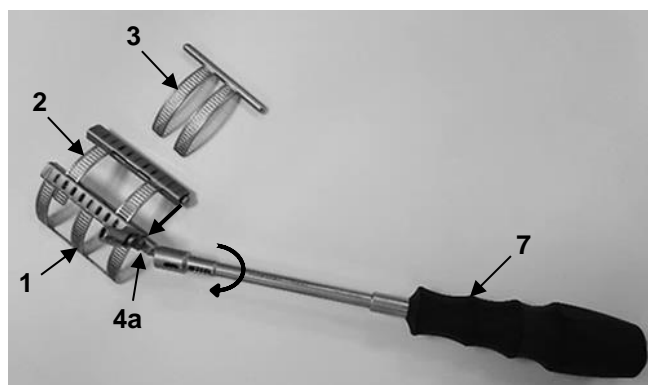

Fig. 17
1. Inserire l'elemento primario (2) nell'elemento base (1) e farlo rientrare con il cacciavite adatto (7). A tal fine, ruotare in senso antiorario il meccanismo di trasporto del modulo scatola dell'elemento base (4a) con il cacciavite cardanico LMT-4 (7) (Fig. 17).